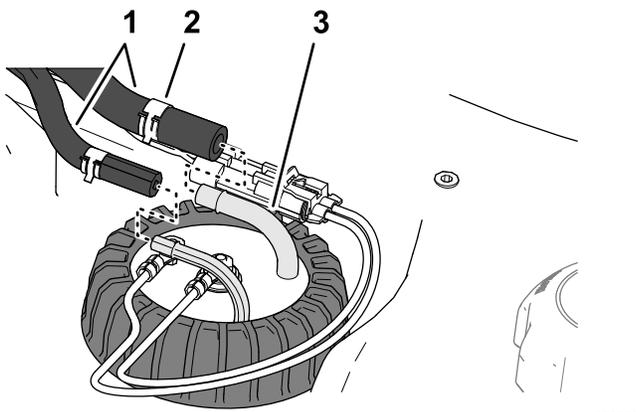

Figura 89
4. Desloque as braçadeiras que fixam os tubos às uniões da alimentação de combustível no interior, e retire os tubos das uniões (Figura 89).